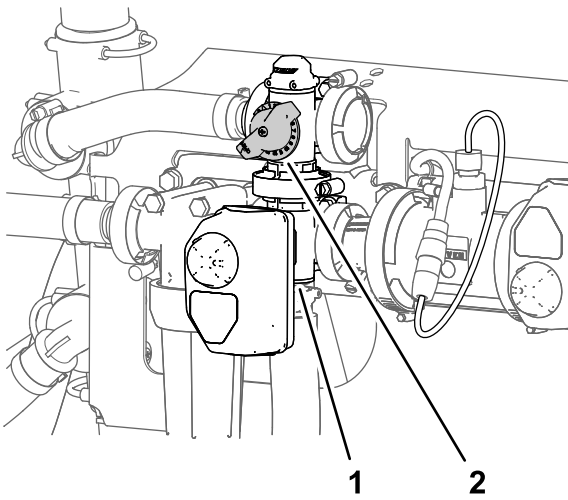

図 31
11. 攪拌バルブの背面についている攪拌バイパスバルブ 図 31 を使って、水圧計の読みシステム水圧が 6.89 bar 7 kg/cm² = 100 psiになるように調整する。